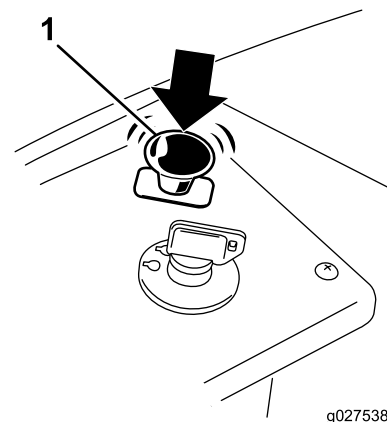

Figure 12
1. Désengagez les lames en poussant la commande des lames en position Désengagée (Figure 12).